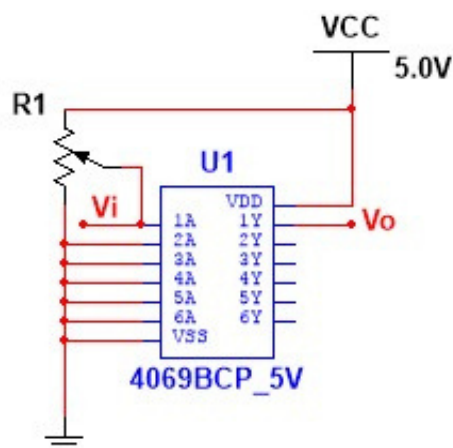

图1.2 CD4069电压传输特性测试
- 1) 按图1.2所示接线，调节电位器 R_p 的阻值，使 V_I 在 $0 \sim V_{DD}$ 变化，测量 V_O 随 V_I 变化的特性曲线。